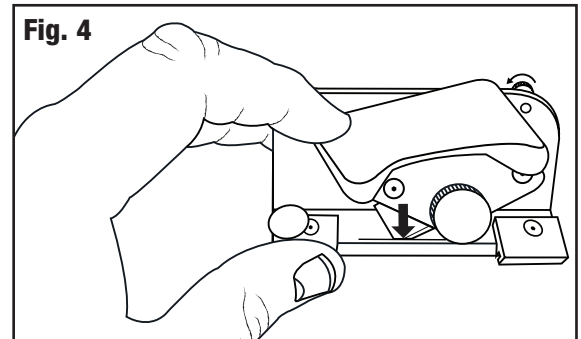

Fig. 4
5. Pivote el sujetador de la cuchilla hacia abajo para que la punta de la cuchilla se introduzca en la ranura de cuchilla. Apriete el tornillo de retención de la cuchilla (Fig. 4).